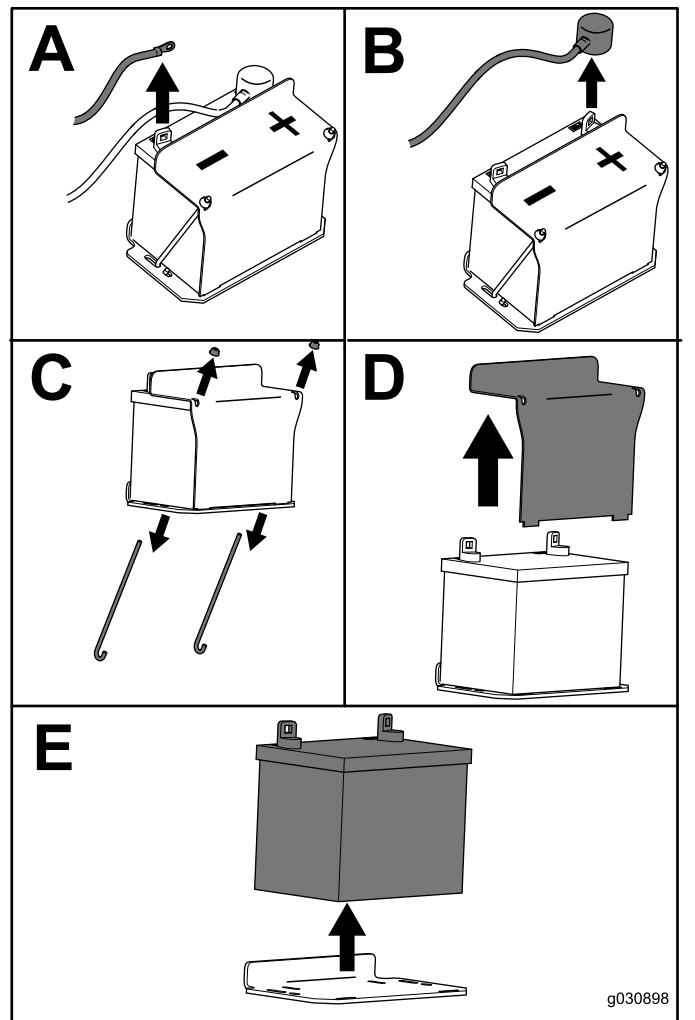

Figure 61
3. Retirez la batterie, comme montré à la Figure 61.